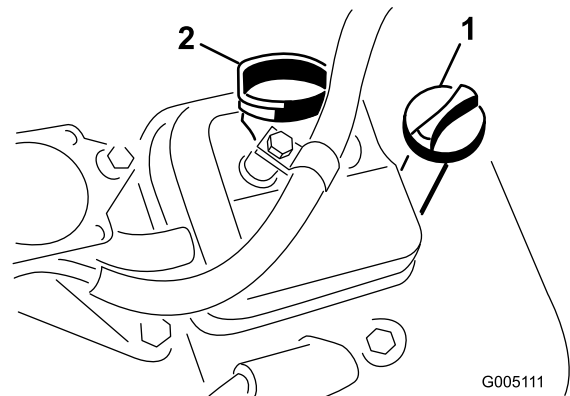

Figure 22
3. Revissez la jauge dans le tube en l'enfonçant au maximum (Figure 22).